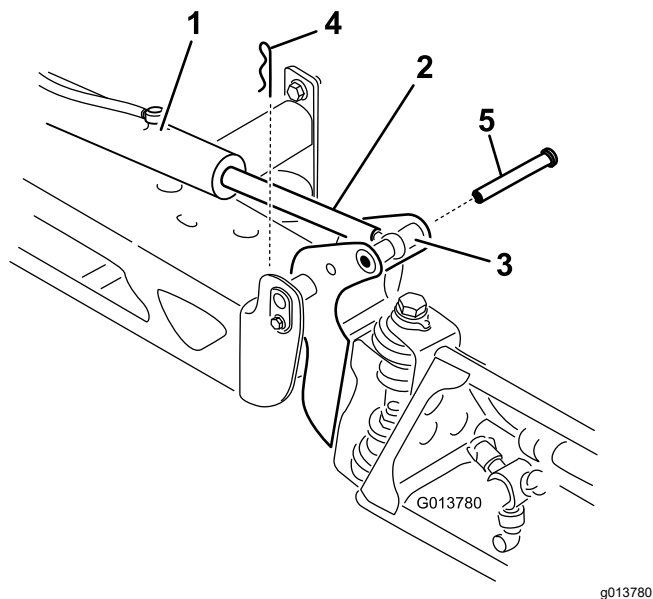

Figura 61
2. Retire la chaveta del pasador de giro (Figura 61).
3. Levante el brazo, retire el pasador (Figura 61), y baje el brazo lentamente al suelo.
9. Sujetando el brazo, introduzca el pasador a través del pivote del brazo y del émbolo del actuador (Figura 61).